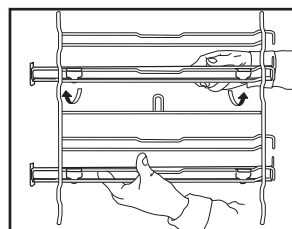

Fig. 3
3. Accrochez la partie supérieure des glissières sur les grilles de support. Assurez-vous que les glissières télescopiques bougent librement vers l'avant du four. Appuyez ensuite fermement sur la partie inférieure des gradins coulissants contre la grille de support jusqu'à l'emboîtement (Fig. 3).